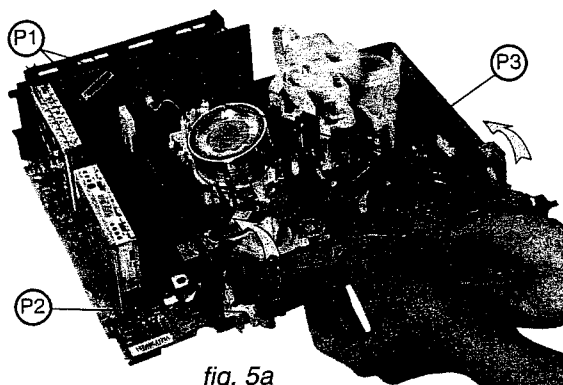

fig. 5a
WIEDEREINBAUEN: (Abb. 5a, 5b, 5c und 7)
- Die vorderen Ansätze des Kassettenträgers wie in Abb. 5a dargestellt einsetzen.